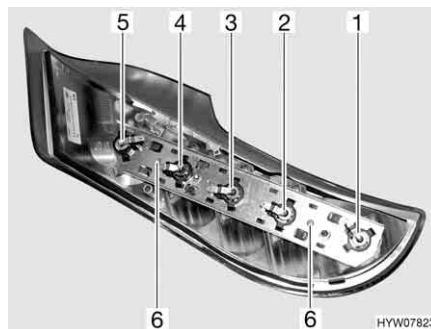

Fig. 236 Luci posteriori (lato posteriore)
- Svitare le due viti Torx (Fig. 236,6) del listello di supporto poste sul lato posteriore dell'involucro.